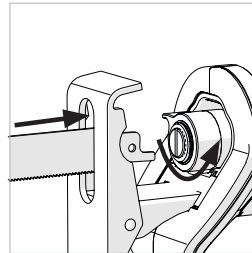

Fig. 2
- Gire en sentido antihorario y sujete el selector de sujeción de la hoja. (Fig. 2)